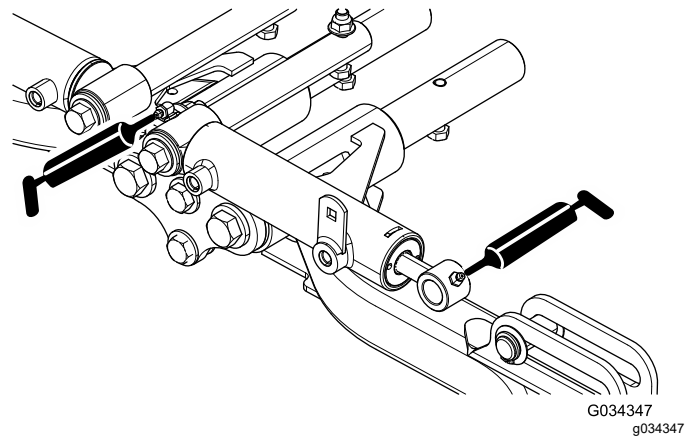

Bild 42
- Vordere Hubarm-Drehzapfen und Hubzylinder (3 Stück), siehe Bild 42.